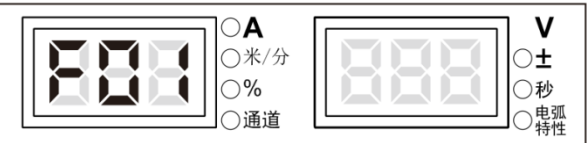

图 3-45 恢复出厂设置
1. 进入内部菜单, 左边数码管显示 **F01**, 数码管显示如图 3-45 所示;